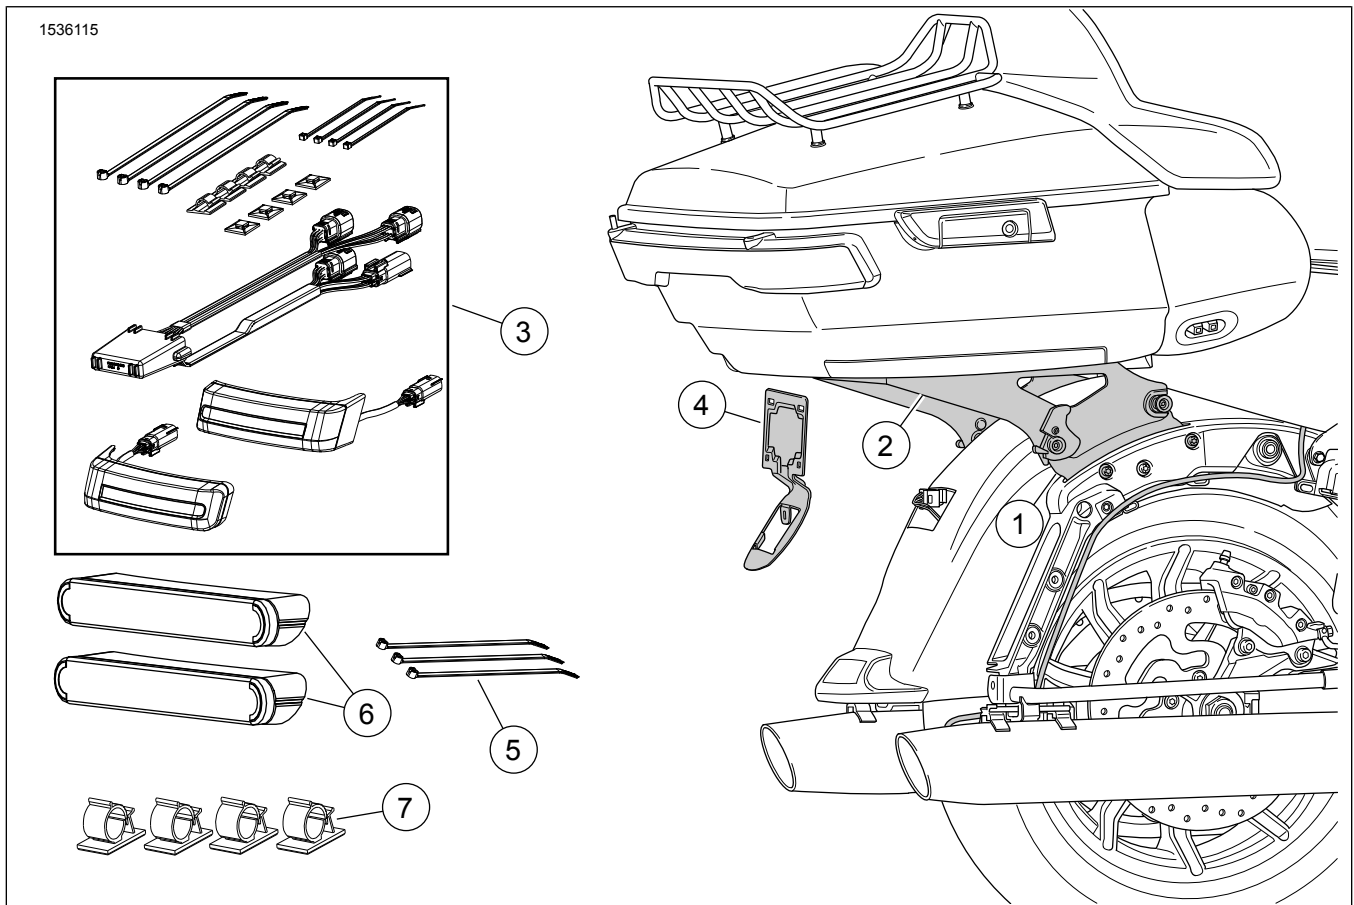
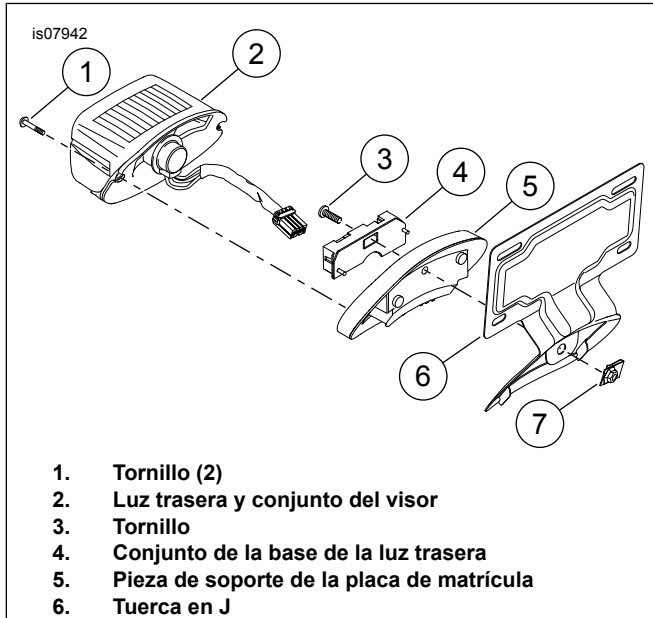

Figura 1. Contenido del kit: Bandeja desmontable para montaje de Tour-Pak
Figura 7. Instale la pieza de soporte de la placa de matrícula
7. Ver Figura 7 . Retire la luz trasera y su base.
- a. Quite los tornillos (1).
- b. Desconecte y retire la luz trasera y el conjunto del visor (2).
- c. Observe la ubicación de los conectores de la base de la luz trasera (4) que facilitan la instalación.
- e. Quite el tornillo (3) y la base de la luz trasera.
1. Ver Figura 1 . Instale el kit de elementos de sujeción (1) según las instrucciones que vienen **en él** .
2. Instale el kit de luces LED de alforja/freno/giro (3) según las instrucciones que vienen **en él** .
3. Ver Figura 7 . Instale el soporte de la placa de matrícula.
- a. Instale la pieza de soporte de la placa de matrícula (5) en el guardabarros.
- c. Instale la base de la luz trasera sobre la pieza de soporte de la placa de matrícula. Asegúrela con tornillos (3).
- e. Conecte la luz trasera y el conjunto del visor a la base de la luz trasera. Instale la luz trasera y el conjunto del visor a la base, y fíjelos con tornillos (1).
Ver Figura 1 . Marca la ubicación del reflector (12).